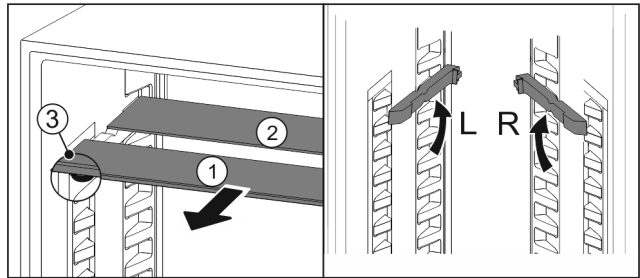

Fig. 112
- ▶ По одной извлеките Fig. 112 (1) стеклянные панели движением вперед.
- ▶ Стеклянная панель Fig. 112 (1) с декоративной планкой лежит спереди.
- ▶ Стопоры Fig. 112 (3) показывают вниз.